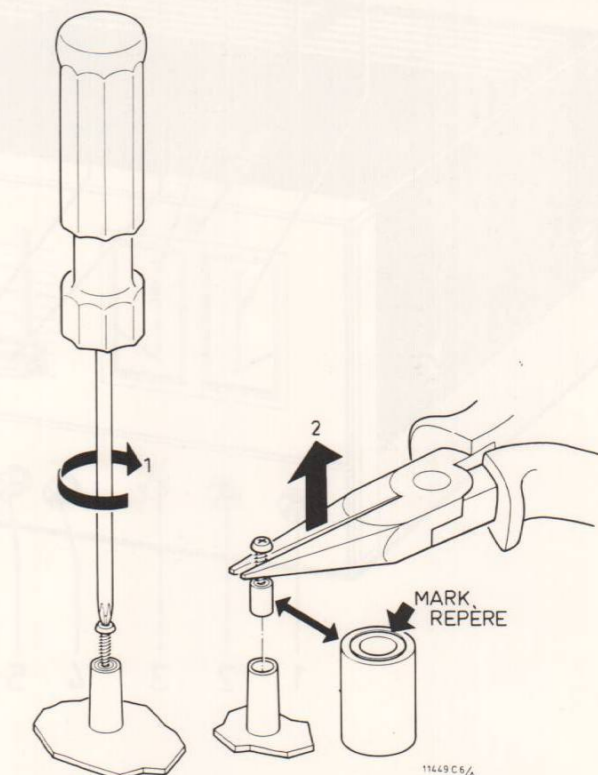

Fig. 3
- De lagers zitten in de lagerhouder geklemd. De lagers zijn eenvoudig te verwijderen door een zelftapschroef in het te verwijderen lager te draaien en met een tang het lager uit de lagerhouder te trekken (Fig. 3).